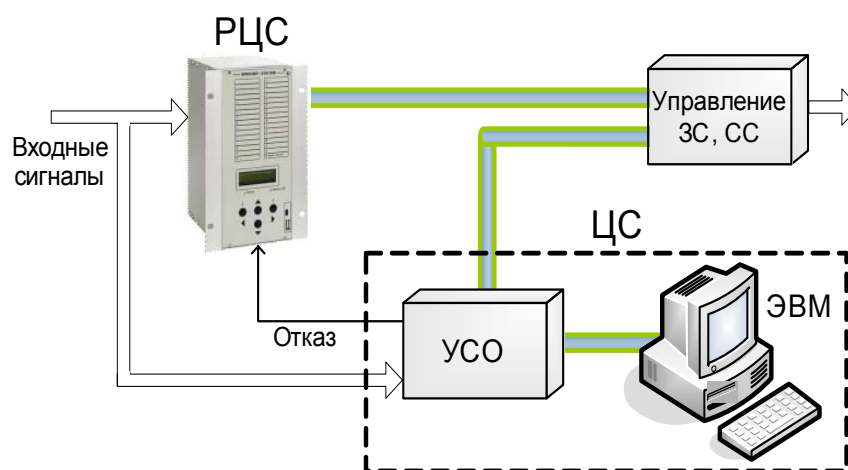

Рис. 97 Резервирование системы сигнализации
Наличие удаленного доступа позволяет использовать цифровые устройства центральной сигнализации для создания резервной системы сигнализации (РЦС), которая либо постоянно дублирует средства АСУ, построенной на устройствах сопряжения с объектом УСО, либо вводится в работу только при отказе АСУ (рис. 97).
- сетевой адрес блока в окне «Адрес» (см. рис. 97). Адрес должен соответствовать записанному в память блока в кадре «391».